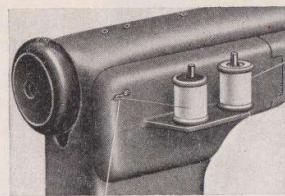

Fig. 39.
3. Öppna luckan på maskinens baksida (fig. 39), där Ni då lätt kommer åt kamsatsen, som reglerar nålstångens rörelse och på så sätt åstadkommer de olika mönstersömmarna.